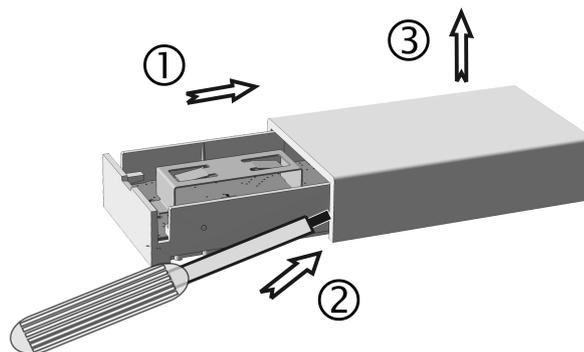

Imagen 2: Retirar la tapa de la caja
- Para retirar la parte superior debe levantarse primero uno de los lados, p. ej. con un pequeño destornillador (Imagen 2).